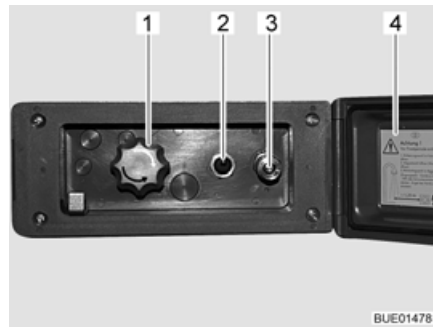

Fig. 127 Branchement de la douche extérieure
- Déverrouiller et ouvrir le couvercle (Fig. 127,4).
- Brancher le flexible de la douche extérieure sur la fermeture rapide (Fig. 127,3).
- Allumer la pompe à eau avec le commutateur (Fig. 127,2).
- Régler la température de l'eau selon ses désirs avec le bouton rotatif (Fig. 127,1).
- Éteindre la pompe à eau avec le commutateur (Fig. 127,2).
- Fermer le couvercle (Fig. 127,4) et verrouiller avec la clé.
- Placer le bouton rotatif (Fig. 127,1) sur la position intermédiaire.